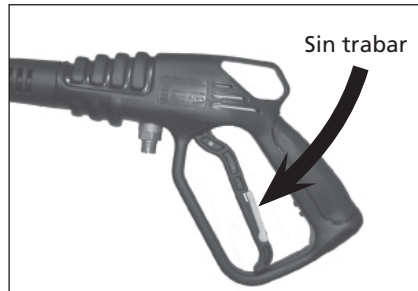

Figura 11 - Gatillo sin trabar
7. Arranque el motor. Destrahe el seguro del gatillo de la pistola (Vea Figura 11). Agarre el cordón de arranque y coloque un pie en el chasis. Apunte la pistola en una dirección segura. Mientras oprime el gatillo de la pistola, tire del cordón de arranque rápida y firmemente (Vea Figura 12). Siga agarrando el cordón mientras lo devuelve. Repita estos pasos hasta que el motor arranque.